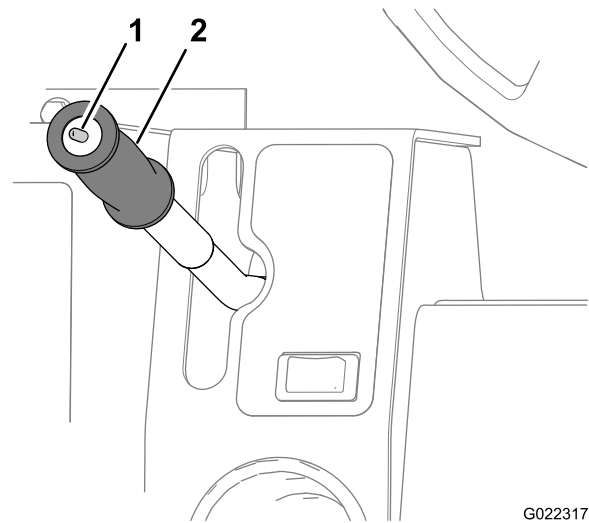

Figure 26
Cet interrupteur à bascule (Figure 26) commande le mode du moteur hydraulique et a 2 positions : transport et travail. Sélectionnez la position d'utilisation voulue. Poussez le sélecteur vers l'arrière (vers vous) pour sélectionner la vitesse de travail (W) ou poussez le sélecteur vers l'avant (loin de vous) pour sélectionner la vitesse de transport (T).